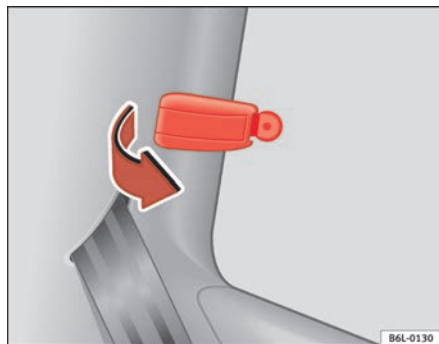

Fig. 53 Palanca de bloqueo de las ventanillas deflectoras mecánicas
- Tire de la palanca de bloqueo ⇒ fig. 53 hacia delante en la dirección de la flecha y, al mismo tiempo, empújela hacia fuera hasta que encastre. La palanca encastra estando la ventanilla medio abierta o abierta por completo.